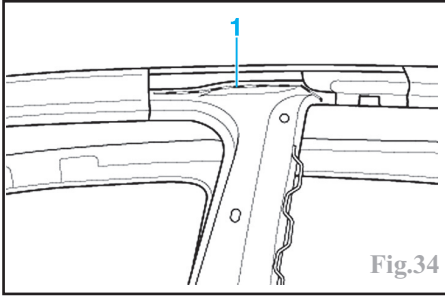

Fig.34
Découper le renfort de pied milieu et respecter la découpe (1) (Fig.34)